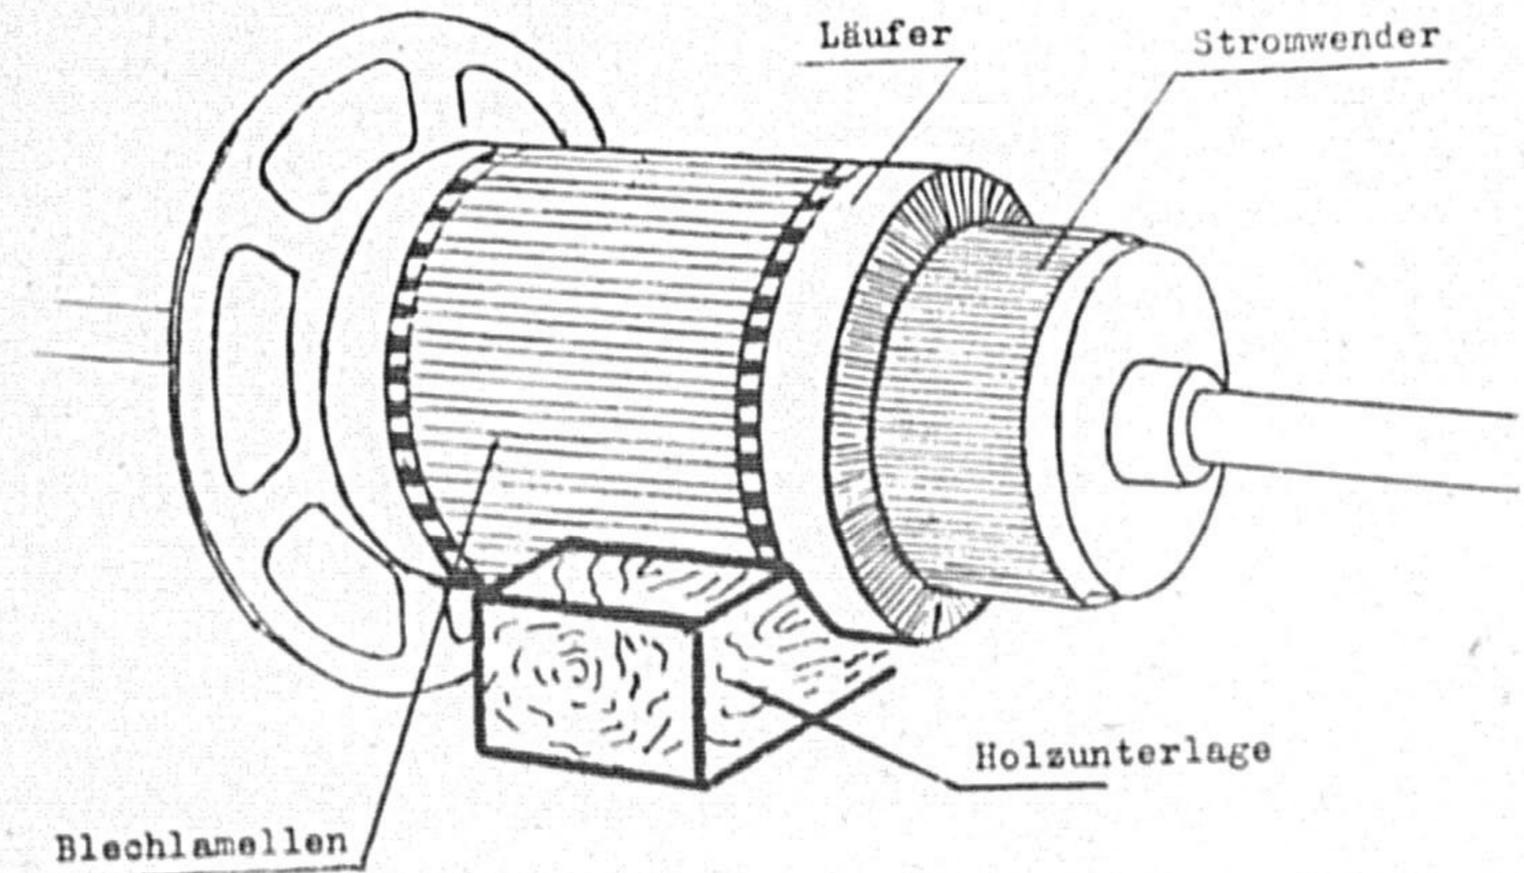

Bild 15 Läufer auf Profilholz
**Beachte:** Der Läufer darf niemals auf dem Stromwender, sondern muß immer auf den Blechlamellen ruhen, Bild 15.